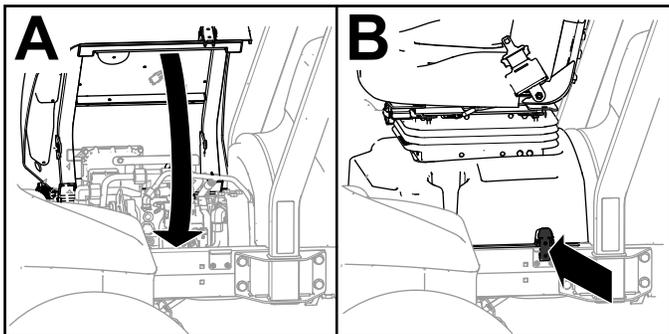

Bild 136
4. Schließen Sie den Sitz und das Sitzunterteil zu und verriegeln Sie das Sitzunterteil (Bild 136).